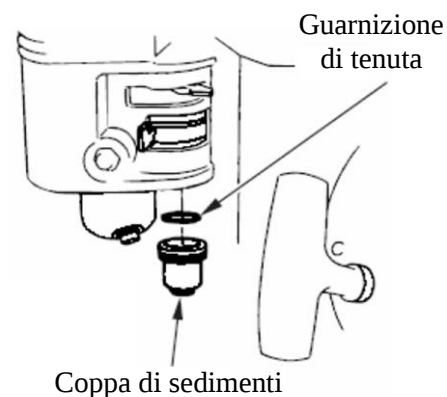

Fig. 13
- Rimuovere la coppa dei sedimenti e l'O-ring svitando il bullone sotto la coppa con una chiave adatta. Vedere Fig. 13.